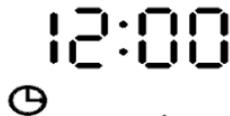

рис. 1
4. Когда духовка выключена, можно поставить режим ожидания с помощью кнопки или регулятора «KB1». В режиме ожидания отображаются системные часы реального времени и значок часов (рис. 1).